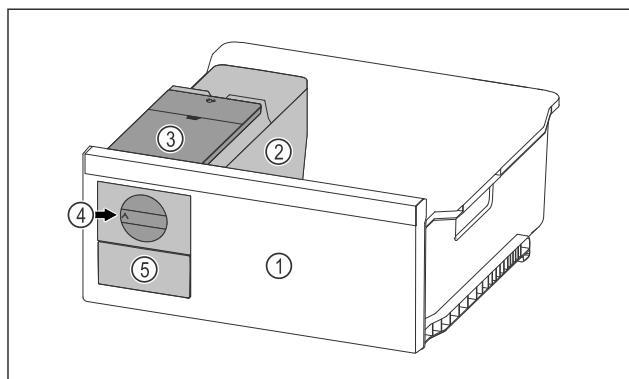

Fig. 80 Примерное изображение
- ▶ Поверните поворотную кнопку Fig. 80 (4) по часовой стрелке до упора.
- ▷ Кубики льда упадут из ванночки для кубиков льда в выдвижной ящик для кубиков льда Fig. 80 (5). Если не все кубики льда извлекаются из ванночки для кубиков льда: